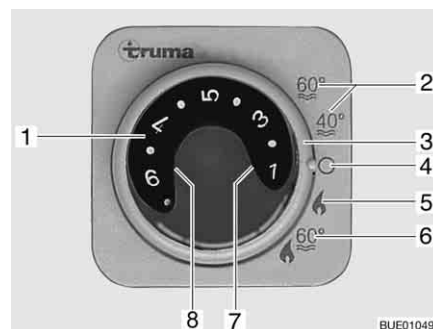

Fig. 189 Unidad de mando para la calefacción/caldera
- Ajustar el modo de funcionamiento con el interruptor giratorio (Fig. 189,3).
Según la temperatura ambiente deseada, la calefacción selecciona automáticamente la potencia de quemador necesaria. Cuando se alcanza la temperatura ambiente deseada se desconecta el quemador. El sensor de temperatura situado junto al panel mide la temperatura del ambiente. En el modo de funcionamiento "calefacción y caldera" (Fig. 189,6), se calienta también el agua de la caldera. En el modo "calefacción sin caldera" (Fig. 189,5), la calefacción puede funcionar con la caldera vacía.
- Poner el botón giratorio de temperatura (Fig. 189,1) de la unidad de mando en el grado de temperatura deseado.
- Situar el interruptor giratorio (Fig. 189,3) en el modo invierno "calefacción sin caldera" (Fig. 189,5) o en modo invierno "calefacción y caldera" (Fig. 189,6).
La luz de control verde (Fig. 189,7) está encendida y al mismo tiempo indica el grado de temperatura seleccionado.
Al estar llena la caldera, la luz de control amarilla (Fig. 189,8) indica la fase de calentamiento del agua.
- Ajustar el interruptor giratorio (Fig. 189,3) en "O" (Fig. 189,4).